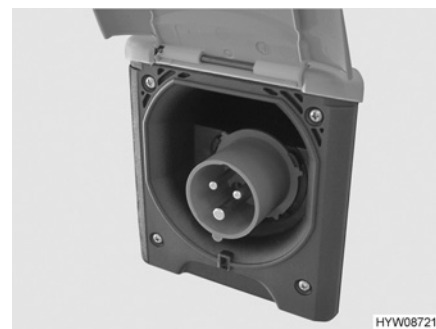

Fig. 74 Raccordement 230 V sur le véhicule (prise de courant CEE)
- Ouvrir le recouvrement du raccordement 230 V sur le véhicule (Fig. 74) et brancher le connecteur à fiche. Veiller à ce que le tenon d'enclenchement du couvercle rabattable tendu par un ressort soit enclenché.